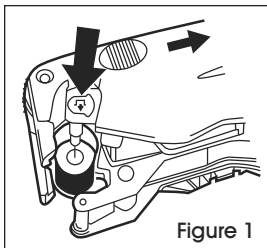

Figure 1
2. Tenez l'étiqueteuse de côté au-dessus d'une poubelle tout en poussant le bouton pour libérer le rouleau encreur. (Voir Figure 1)